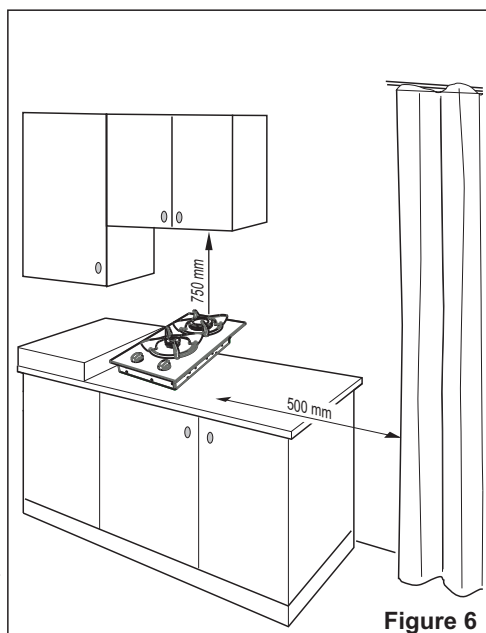

Figure 6
- il faut prévoir une distance d'au moins 750 mm entre la table de cuisson et tout placard mural ou hotte aspirante placée immédiatement au-dessus (figure 6);